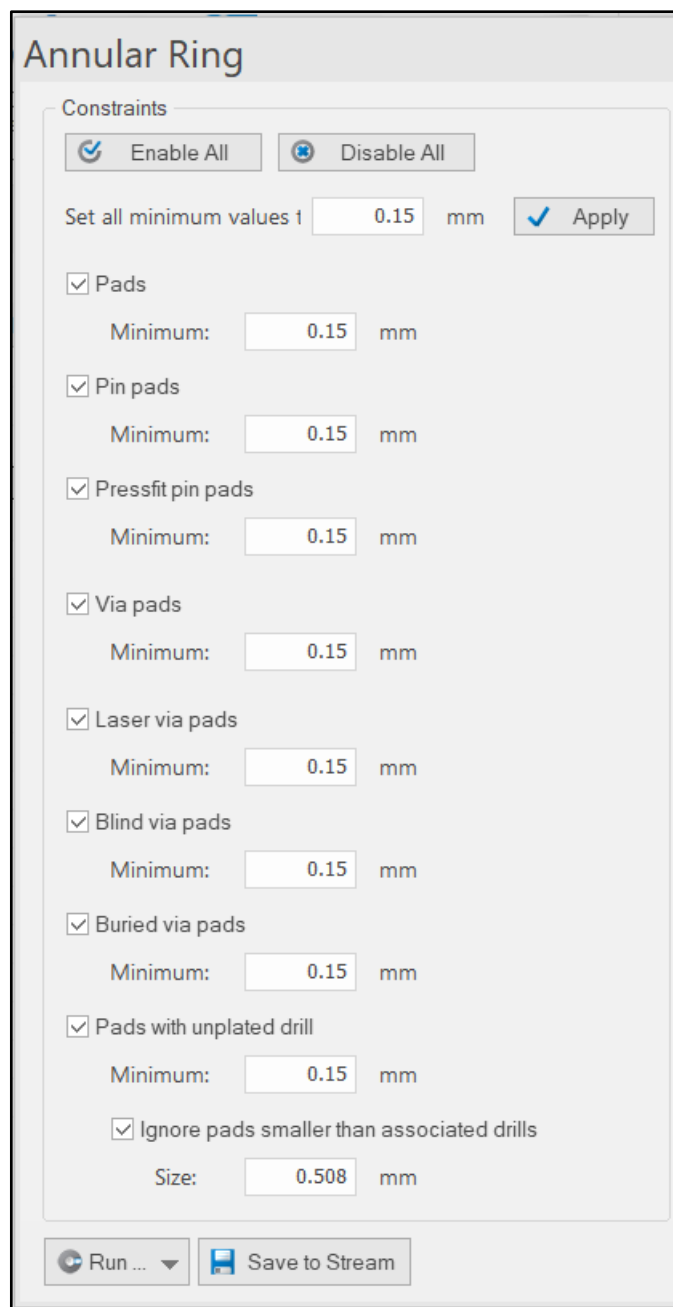

Рис. 16 Левая часть диалогового окна Annular Ring.
7. Инструмент  осуществляет проверку на наличие и минимально необходимые значения гарантийного пояска (рис.16).